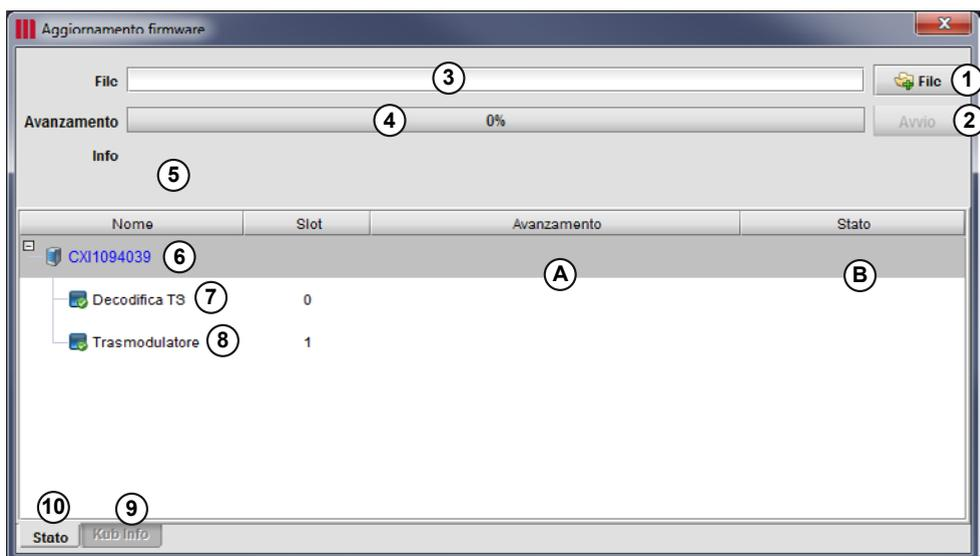
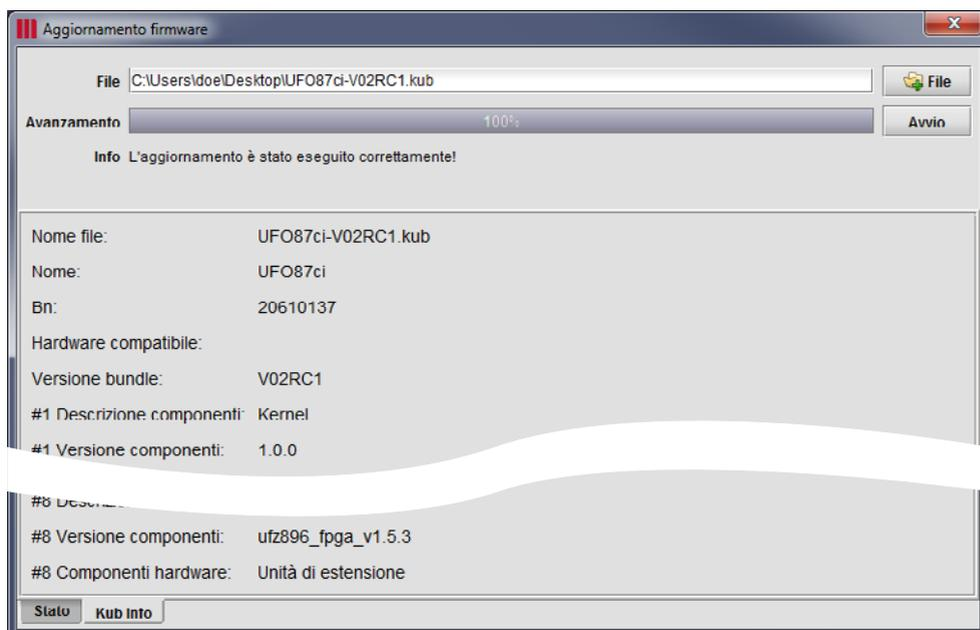

Fig. 13: finestra **Aggiornamento firmware**, scheda **Stato**
Fig. 14: finestra **Aggiornamento firmware**, scheda **Kub Info**
Viene visualizzata la finestra **Aggiornamento firmware** (Fig. 13, pag. 31).
5. Premere **File** ① (Fig. 13) e scegliere il file **\*.kub** del firmware scaricato.
- ⇒ Il nome del file viene visualizzato in ③.
6. La finestra a comparsa con informazioni rapide ⑧ contiene le informazioni sulla versione della testata ⑥ e dei relativi componenti ⑦.
7. Spostarsi tra le schede **Stato** ⑩ e **Kub Info** ⑨ per passare dalle informazioni sulla versione dell'impianto online a quelle sul file del firmware scaricato e viceversa (Fig. 14).
8. Premere **Avvio** ②.
- ~ Il progresso dell'installazione e le informazioni sull'andamento sono visualizzati in ④ e ⑤, nonché nelle colonne ① e ②.
- ~ L'installazione può essere interrotta con ②.